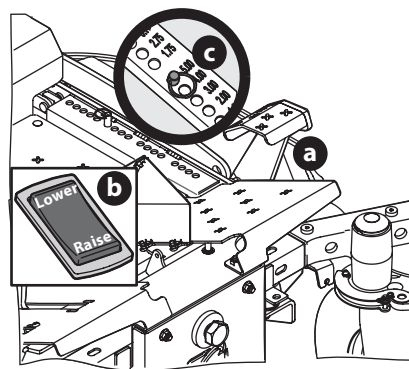

Fig. 30
1. Utilisez la pédale de levage du plateau de coupe (a) ou appuyez sur l'arrière de l'interrupteur électrique de levage du plateau de coupe (b) pour lever le plateau de coupe à sa position la plus haute, placez l'axe de chape (c) fixé à la tondeuse dans le trou d'indexation souhaité sur l'indice de hauteur du plateau de coupe, puis relâchez lentement la pédale de levage du plateau de coupe (a) ou abaissez lentement le plateau de coupe en appuyant sur l'avant de l'interrupteur électrique de levage du plateau de coupe (b) (Fig. 30).